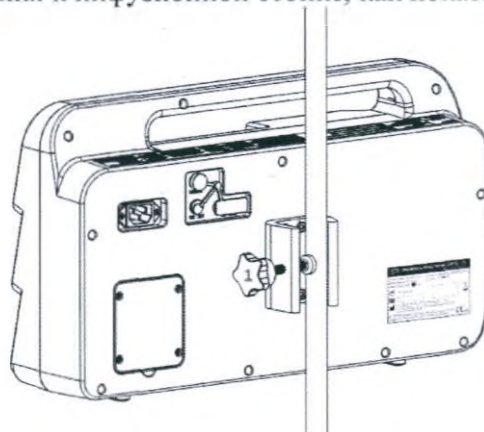

Рис. 7. Крепление шприцевого насоса к инфузионной стойке.
Разместите насос на вертикальной инфузионной стойке и зафиксируйте его с помощью винта (1) крепления к инфузионной стойке, как показано на рис. 7.